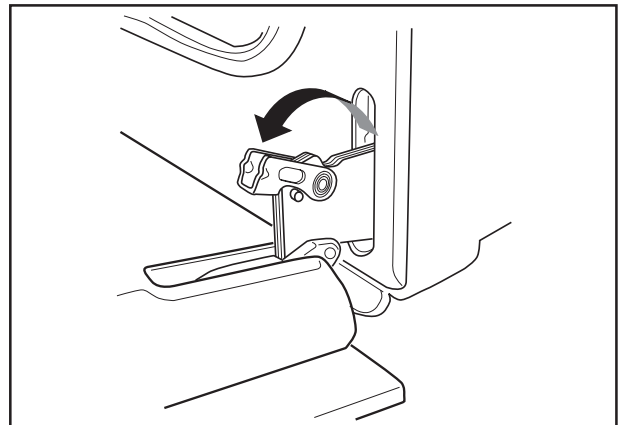

Fig. 13
3. alzate e ruotate le levette poste sulle due cerniere (Fig. 13);